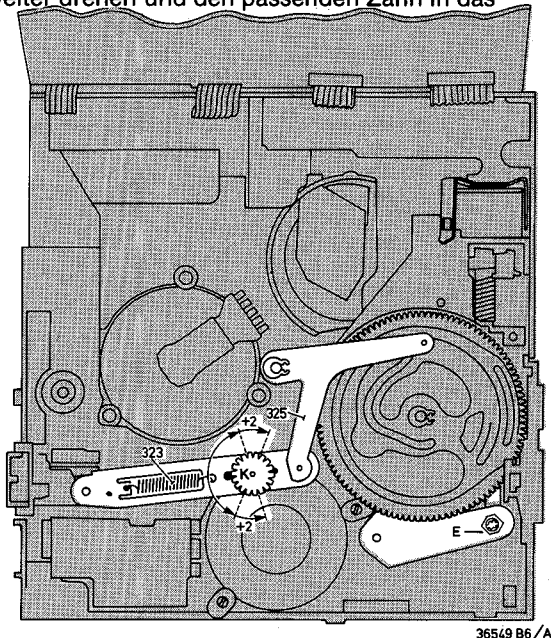

Fig. 2-2-6
- Sternrad an Bügel pos. 325 so weit verdrehen, dass das Rad getrennt vom Anschlag im Andrückrollenbügel sitzt (Fig. 2-2-6).
- Sicherungsschraube E (Fig. 2-2-6) einen einzigen Schlag lösen.